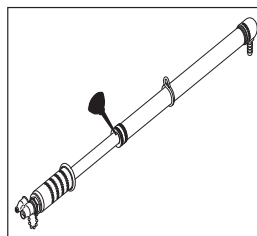

Figure 9.
2. Appliquez quelques gouttes d'huile légère ou de la graisse sur l'écrou de presse-garniture pour faciliter le fonctionnement de la pompe. **Voir la figure 9.**